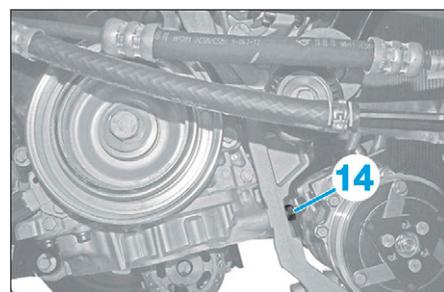

FIG. 22
- les vis de fixation (14) du support multifonction sur le carter intermédiaire (Fig.22).